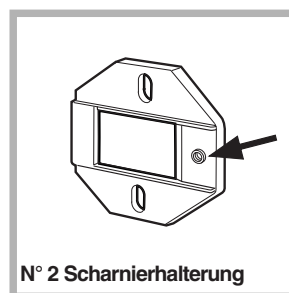

Abb. 1
- Montieren Sie die Scharnierhalterungen an der Front, dabei wird die Bohrung (siehe Pfeil auf Abb. 1) nach innen zur Front positioniert und ein Distanzstück eingelegt (Abb. 4/B), verwenden Sie Schrauben vom Typ C.